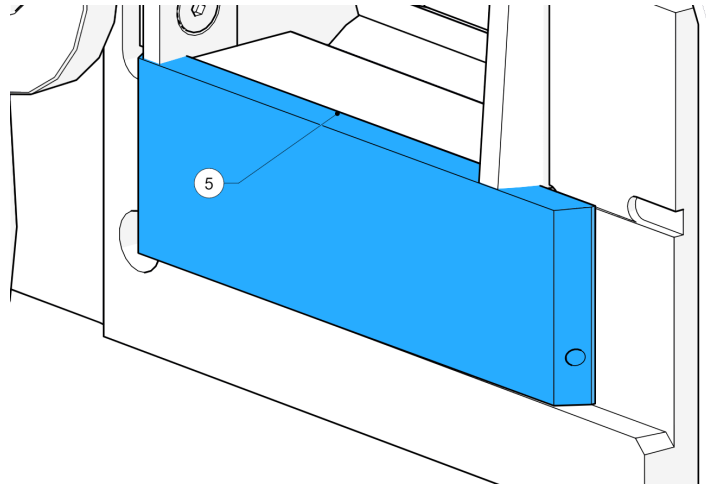

Figure 68 - Enclume fixée à la plaque de base
14. Insérez l'enclume par le côté de la chambre, en veillant à ce qu'elle reste bien fixée à la plaque de base (5, Figure 68).